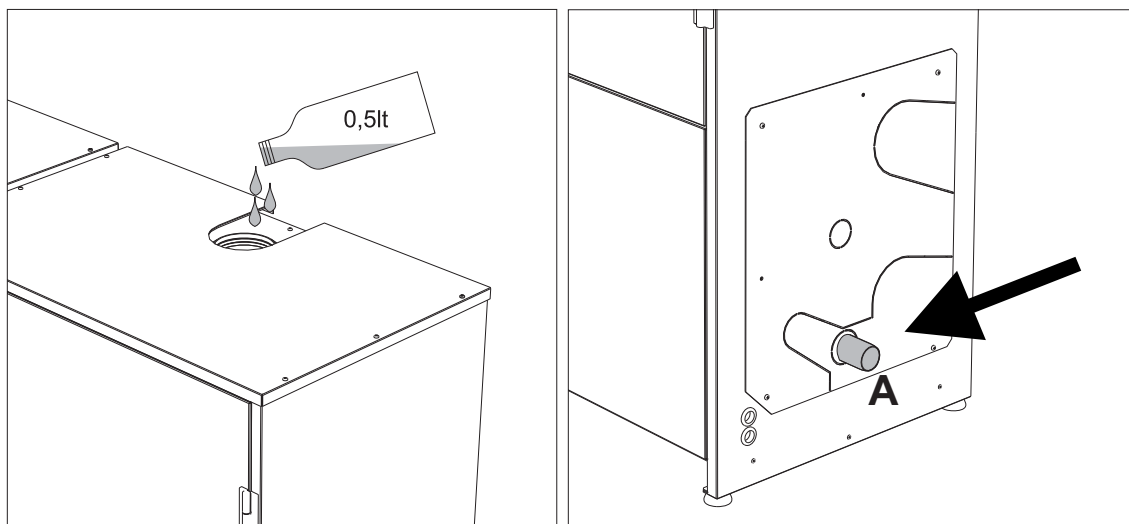

fig. 57- Aansluiting condensafvoer
2. Verbind de leiding van de ketelafvoer en condensafvoer (A - fig. 57) met een verwerkingsinstallatie.